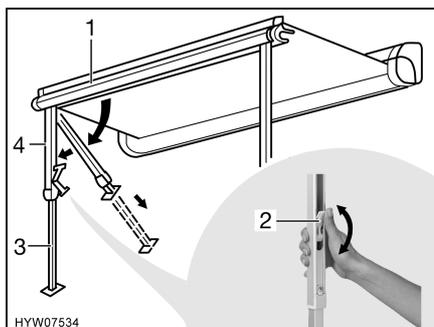

Bild 11 Stützfüße aufstellen
- Die Stützfüße (Bild 11,4) durch leichten Druck nach außen aus der Frontleiste (Bild 11,1) lösen, herausklappen und aufstellen.
- Den unteren Teil der Stützfüße (Bild 11,3) bis zur gewünschten Länge herausziehen.
- Die Verriegelung an den Stützfüßen schließen. Dazu den Verriegelungshebel (Bild 11,2) nach oben drücken.